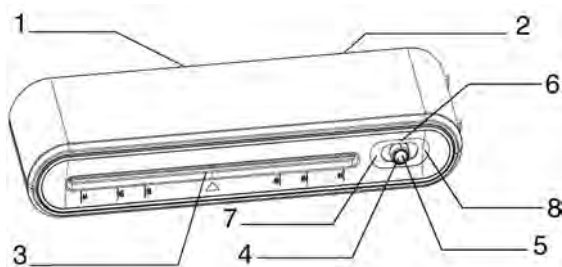

Fig. 1
2. El dispositivo está disponible para el laminado en caliente cuando brilla la lamparita azul (Fig. 1). El dispositivo demora alrededor de 3-5 minutos hasta terminar el proceso de calentamiento.